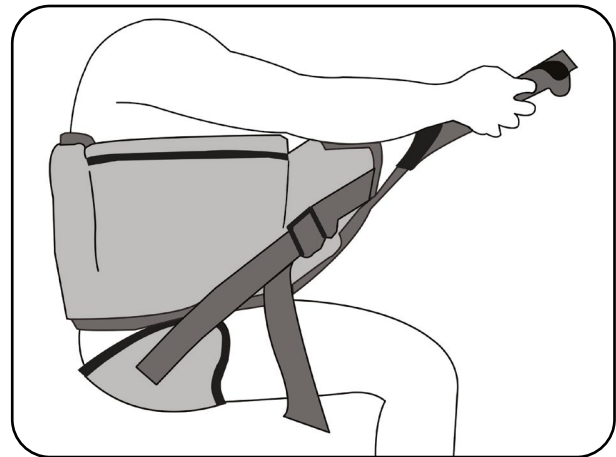

Abb. 9.2.07 – Sitzschaukel unter dem Gesäß des Patienten
15. Zum Positionieren der Sitzschaukel neigen Sie den Oberkörper des Patienten nach vorne. Stützen Sie dabei den Patienten ab, um das Risiko eines Sturzes zu verringern. Lösen Sie die Sitzschaukel vom Klettband und ziehen Sie diese mit Hilfe des Patienten möglichst, eine Handbreit, unter das Gesäß des Patienten. Ziehen Sie die Sitzschaukel mit den Gurtenden gleichmäßig stramm (Abb. 9.2.07).